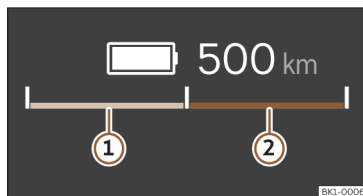

Fig. 4 No painel de instrumentos digital: indicador de potência (representação esquemática).
Através da barra dividida pela metade, o indicador de potência mostra permanentemente a disponibilidade de recuperação da energia de travagem >>> **Fig. 4 ①** (verde) no lado esquerdo e a disponibilidade de propulsão >>> **Fig. 4 ②** (azul) no lado direito.